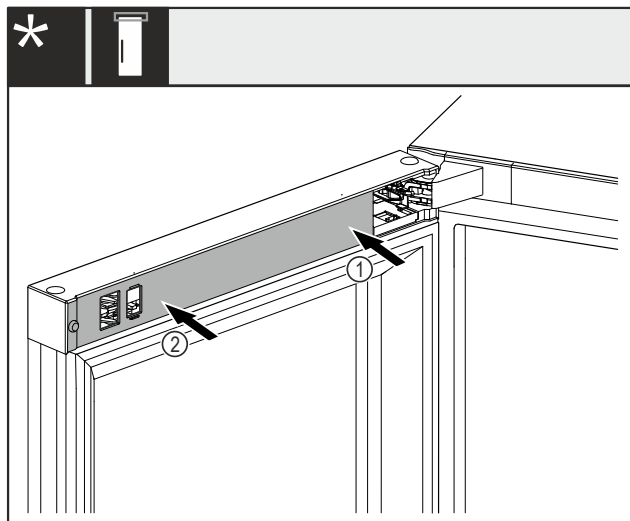

Fig. 46
- Pokrov Fig. 46 (1) najprej namestite na stran ležajnega nastavka in ga zaskočite.
- Pokrov Fig. 46 (2) namestite in zaskočite na zunanji strani.